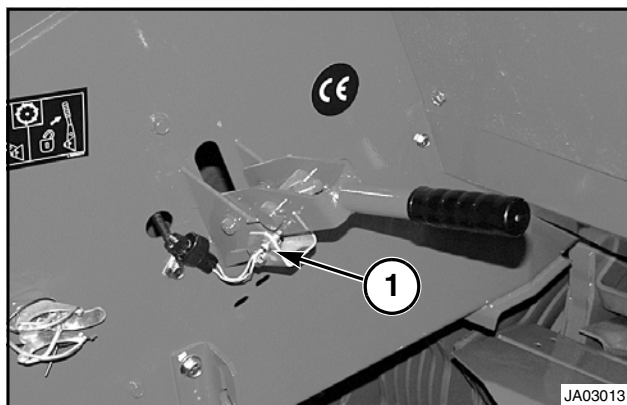

FIG. 19
FIG. 19: Svinghjulsbremsen bruges til at forhindre svinghjulet i at dreje. Kontakten til svinghjulsbremsen (1) overvåger positionen af svinghjulsbremsens greb. Hvis svinghjulsbremsens greb er nede (bremse aktiveret) vil en alarm varske operatøren.